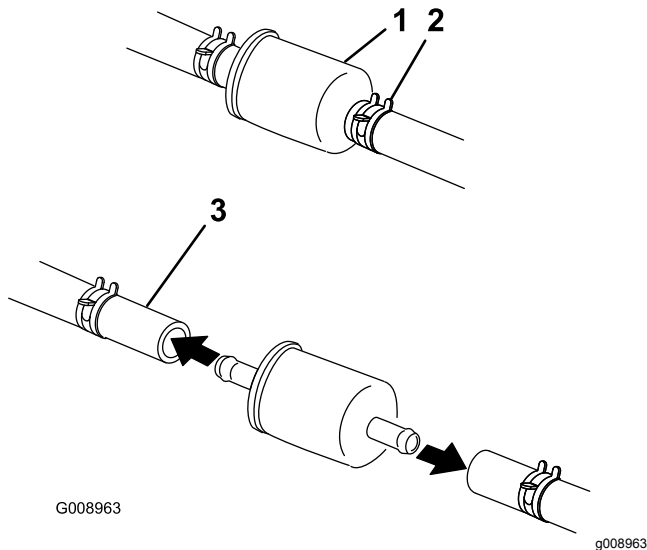

Figura 59
5. Apriete los extremos de las abrazaderas y deslícelas por el tubo alejándolas del filtro (Figura 59).
7. Instale un filtro nuevo y acerque las abrazaderas al filtro (Figura 59).